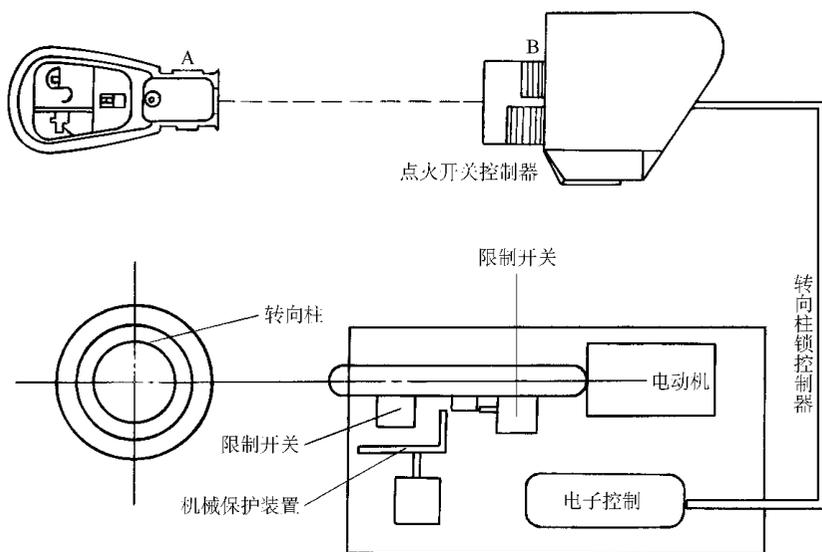
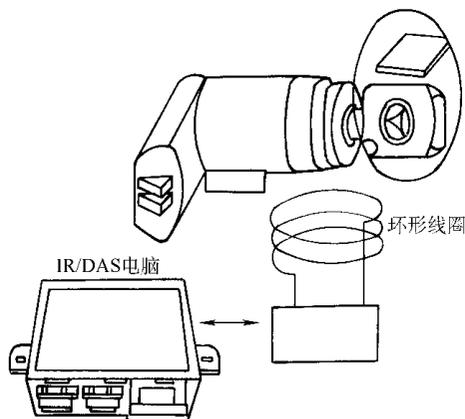

图 6-38 转向柱锁控制器示意图
图 6-40 环形线圈与 IR/DAS 电脑之间的通信
(3) 转向柱锁控制器示意图, 如图 6-38~图 6-40 所示。